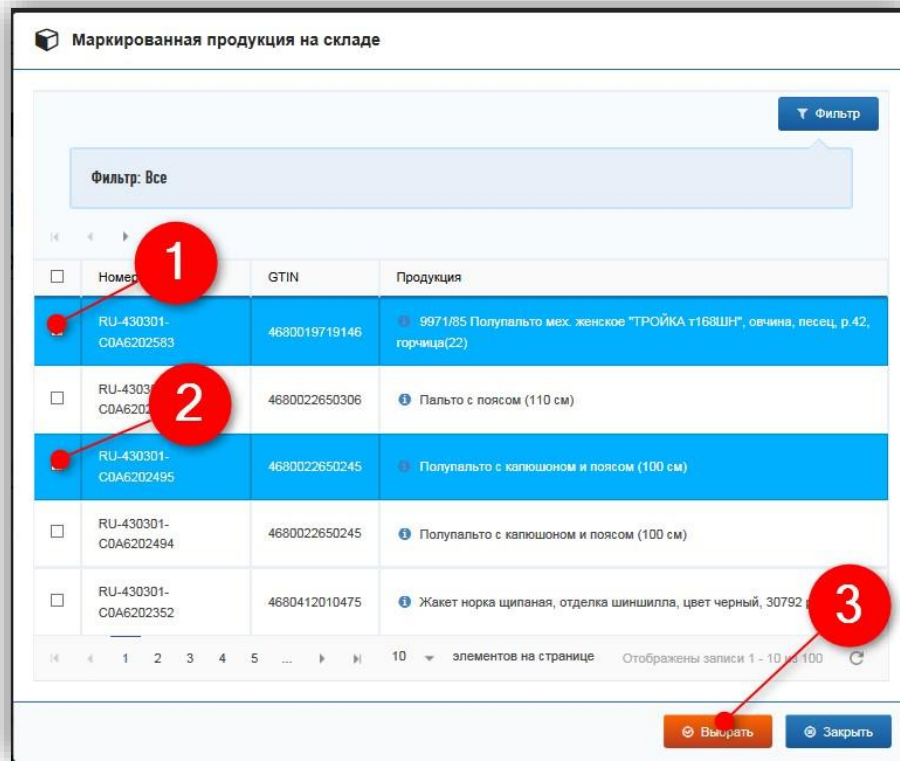

Рисунок 111 – Выбор продукции
– В появившейся форме «Маркированная продукция на складе» отметьте галочками необходимую продукцию из списка (или воспользуйтесь поиском с помощью фильтра), и нажмите кнопку «Выбрать» (рис. 111).